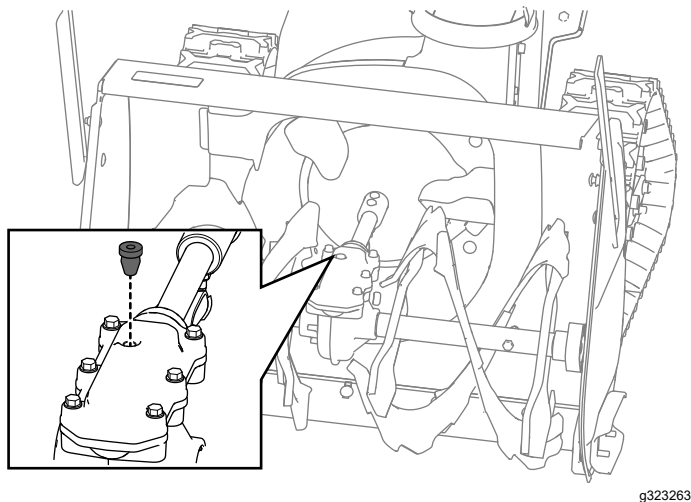

図 33
2. パイププラグの周囲を清掃し、ギアボックスからパイププラグを取り外す 図 33。